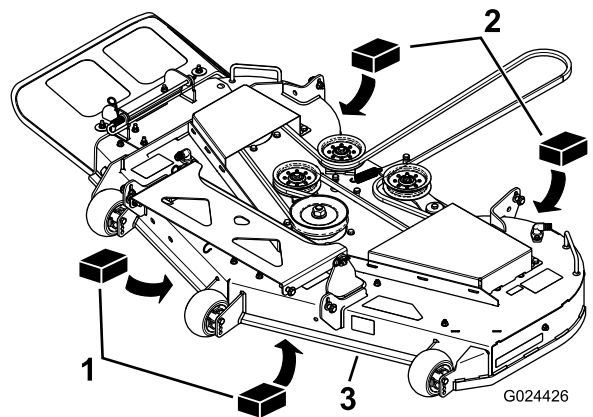

Figura 71
3. Coloque dois calços de 6,6 cm de espessura cada debaixo de cada lado da extremidade frontal da plataforma, mas não debaixo dos suportes do rolo antidanos (**Figura 71**).
4. Coloque dois calços de 7,3 cm de espessura cada debaixo da extremidade traseira da aba da plataforma de corte, um em cada lado da plataforma de corte (**Figura 71**).